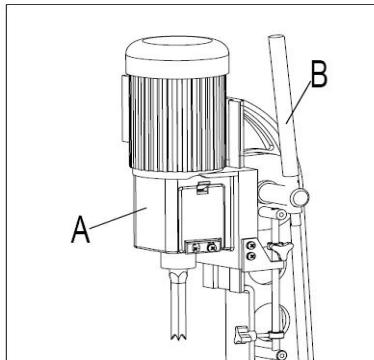

Fig. 4
Huvudet (A) Fig. 4, höjs och sänks med hjälp av spaken (B) .